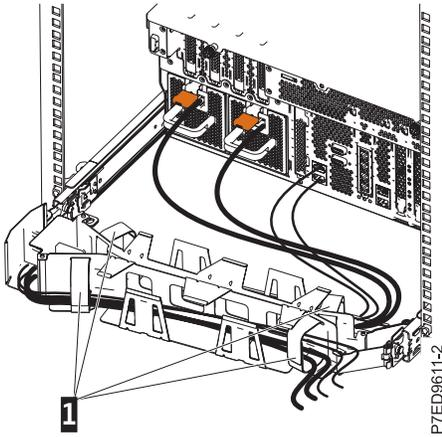

Figura 17. Conexión y recorrido del cable de alimentación
- Haga pasar los cables de alimentación y los demás cables (incluidos los cables de teclado, monitor y ratón, si es necesario) en el brazo portacables (1), tal como se muestra en la Figura 17 en la página 14. Conecte todos los cables a la parte posterior del servidor excepto el cable de alimentación. Fije los cables con bridas o pasadores.